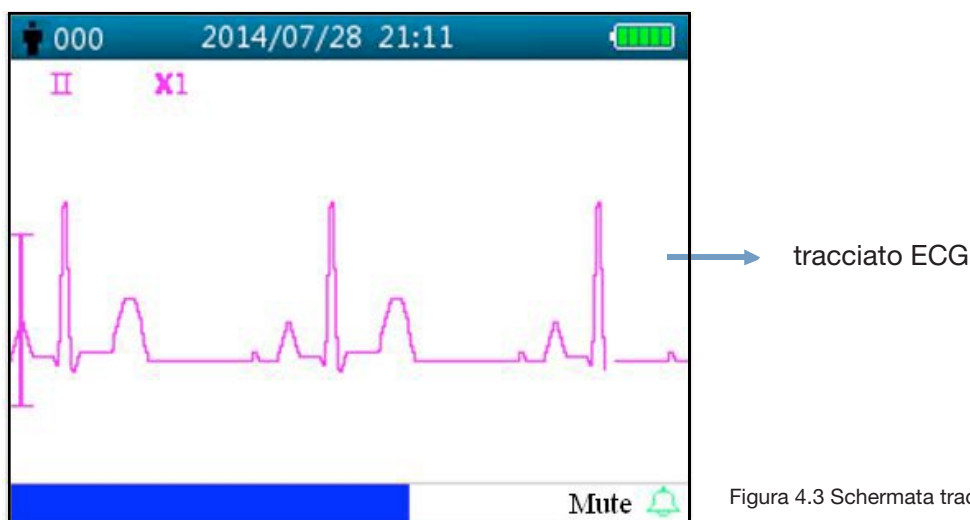

Figura 4.3 Schermata tracciato ECG in tempo reale
**Nota:** questa schermata è solo per il Monitor Gima Vital Sign con funzione ECG. La schermata del tracciato ECG in tempo reale è come da figura 4.3.